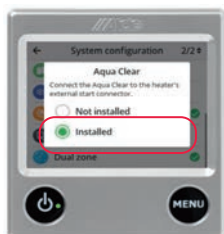
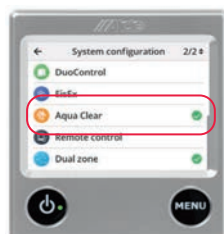

fig. 6
fig. 7
3. Tryck på AquaClear och välj 'Installed' i rutan som kommer upp, fig. 6. En grön bock kommer nu att visa att AquaClear är valt, fig. 7. Alde AquaClear UV-C är nu installerad i manöverpanelen.